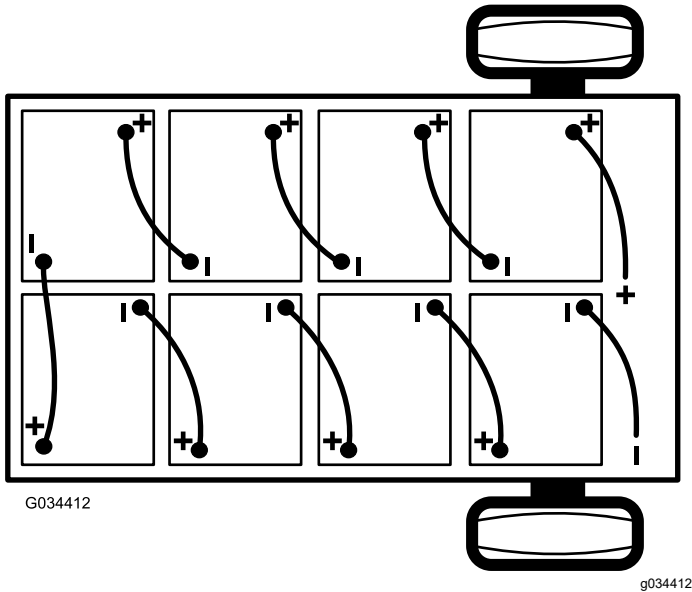

Bild 41
2. Schließen Sie das Hauptminuskabel (schwarz) ab, mit dem die Batterien an der Erdungsstelle der Maschine angeschlossen sind (Bild 41).
- Schließen Sie das Hauptpluskabel (rot) der Batterie ab, mit dem die Bank der Batterien am Hauptanschluss der Maschine angeschlossen ist (Bild 41).
Hinweis: Achten Sie auf die Batteriepolartität, wenn Sie neue Batterien einsetzen (Bild 41).
- Schließen Sie die Batterien mit den Batterieverbindingkabeln, die Sie in Schritt 1 entfernt haben, zusammen, wie in Bild 41 abgebildet.
- Schließen Sie das Hauptpluskabel (rot) der Batterie zwischen der Bank der Batterien und der Maschine an (Bild 41).
- Schließen Sie das Hauptminuskabel (schwarz) zwischen den Batterien und der Maschine an (Bild 41).